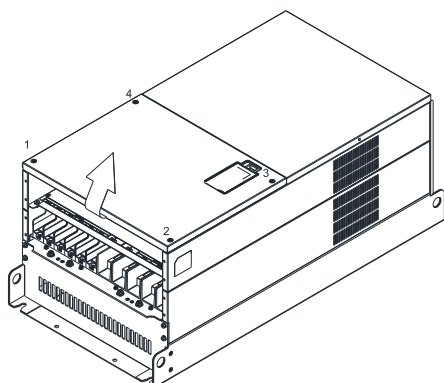

Рис. 1
1. Выкрутите винты (Рис. 1) и снимите крышку.